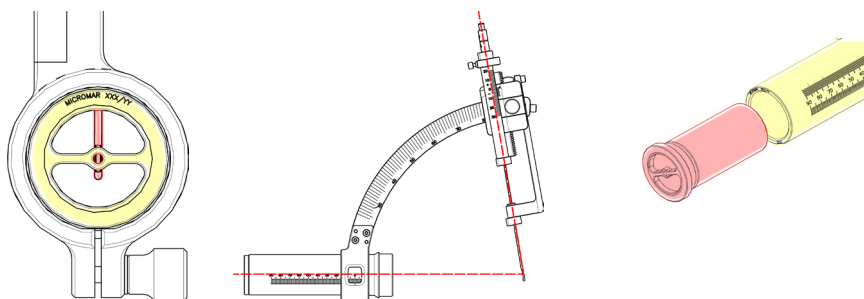

Figura 58
9. No tubo milimetrado utilize a mira para verificar o isocentro conforme o modelo de cântula a ser utilizado (Figura 58).